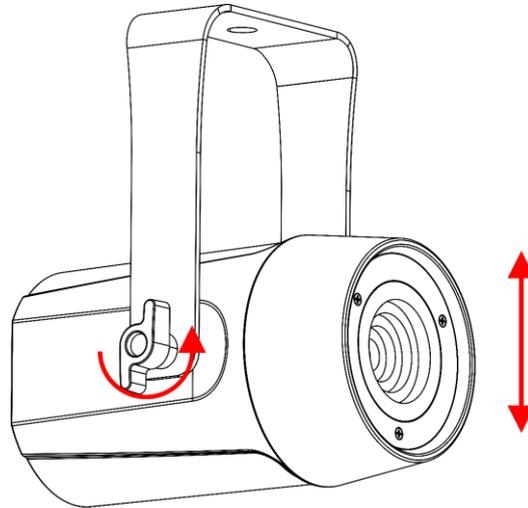

Fig. 06
- 01) Tournez les 2 **vis de réglage (02)** dans le sens antihoraire pour libérer l'appareil.
- 02) Réglez l'inclinaison de l'appareil à l'angle souhaité (voir Fig. 06).
- 03) Resserrez les 2 **vis de réglage (02)** en les tournant dans le sens horaire. Assurez-vous que l'appareil est immobilisé après avoir serré les 2 **vis de réglage (02)**.